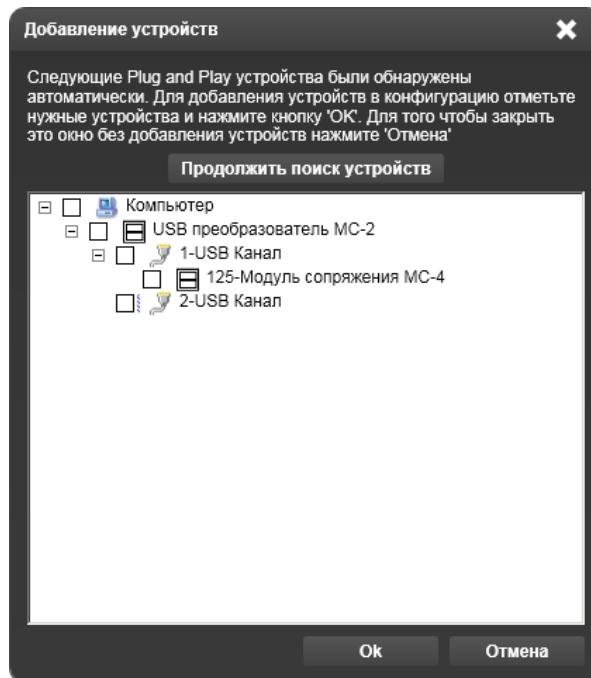

Рисунок 14.3.18 – Диалоговое окно Добавление устройств
**Автопоиск** – функция поиска устройств, которые могут быть подключенными к выделенному в рабочей области устройству. Если, например, выделено устройство **Компьютер** и выбрана функция **Автопоиск**, то программа FireSec-2 начинает сканировать все имеющиеся порты компьютера, включая опрос всего диапазона возможных адресов, и определяет все устройства, которые подключены к этим портам. После завершения поиска откроется диалоговое окно (Рисунок 14.3.18), посредством которого имеется возможность добавить найденные устройства в создаваемую в рабочей области конфигурацию.